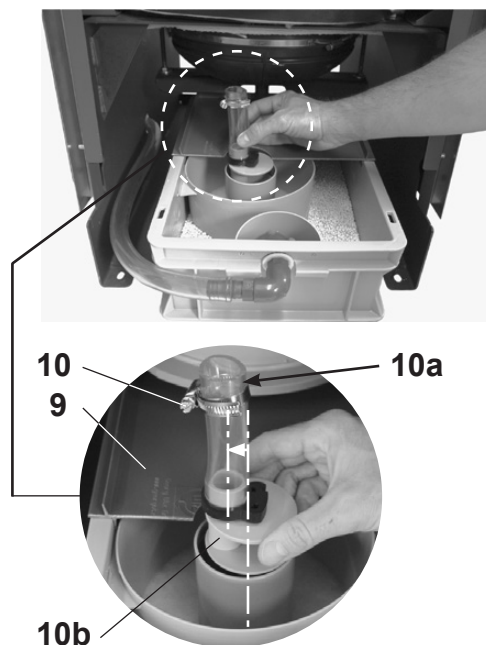
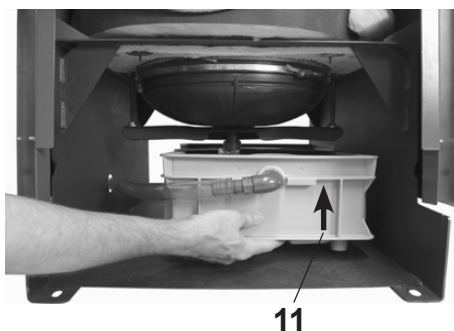

Fig. 12
Fig. 14
5. Placez le couvercle arrière (9, Fig. 12) du boîtier de neutralisation.
6. Posez le collier de serrage (10, Fig. 12) à une distance de 20 mm env. de l'extrémité supérieure du tuyau et serrez-le légèrement. Le tuyau (10a, Fig. 12) de l'excentrique de raccordement (10b, Fig. 12) doit être orienté vers la gauche.
8. En soulevant le boîtier de neutralisation (11, Fig. 14) vous pouvez pousser facilement le conduit du siphon (10a, Fig. 12) sur le raccord d'évacuation du bac à condensats.